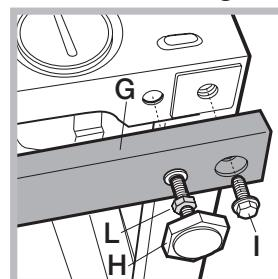

Fig. 11
- los 2 travesaños (**G**); las 4 patas (**H**); los 4 tornillos (**I**); las 4 tuercas (**L**), actuando del siguiente modo (fig. 11): extraer las 4 patas originales, colocar un travesaño **G** en la parte delantera de la lavadora, fijarlo con los tornillos **I** (enroscándolos en los orificios donde estaban montadas las patas originales), luego introducir las nuevas patas **H**.